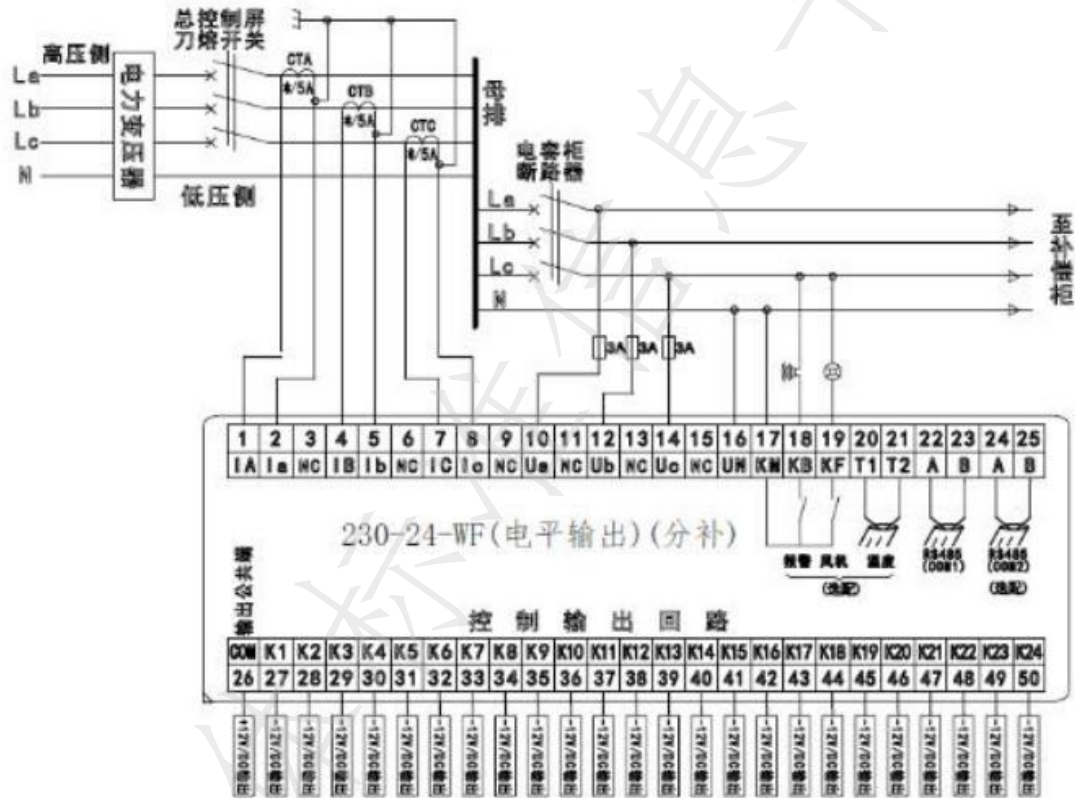
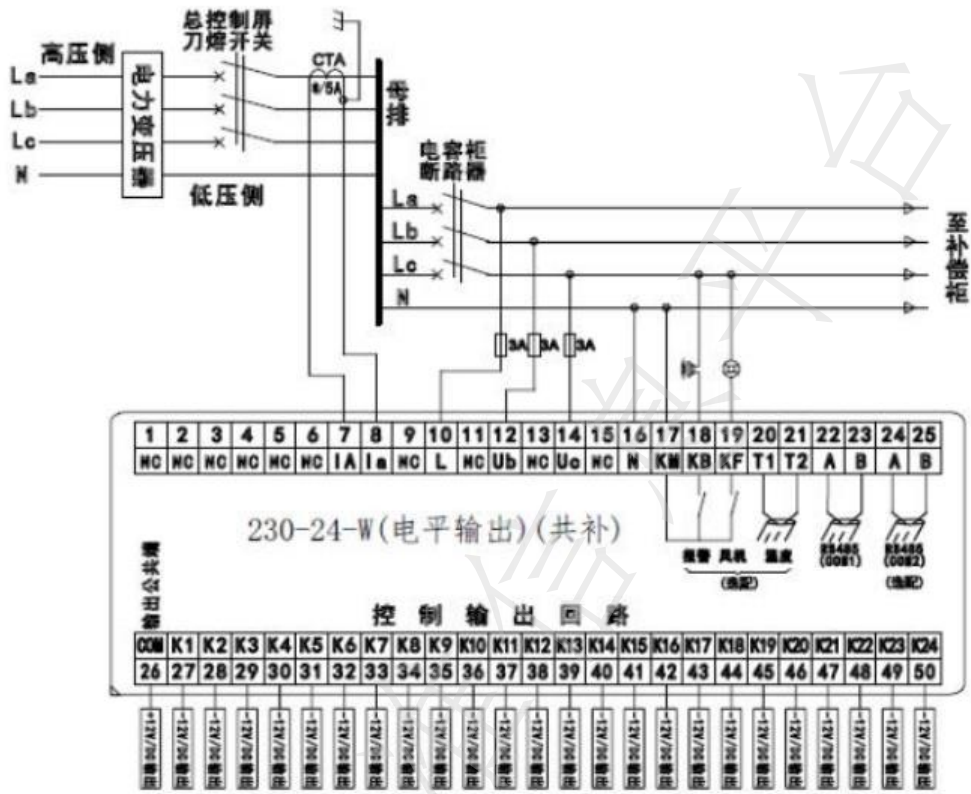
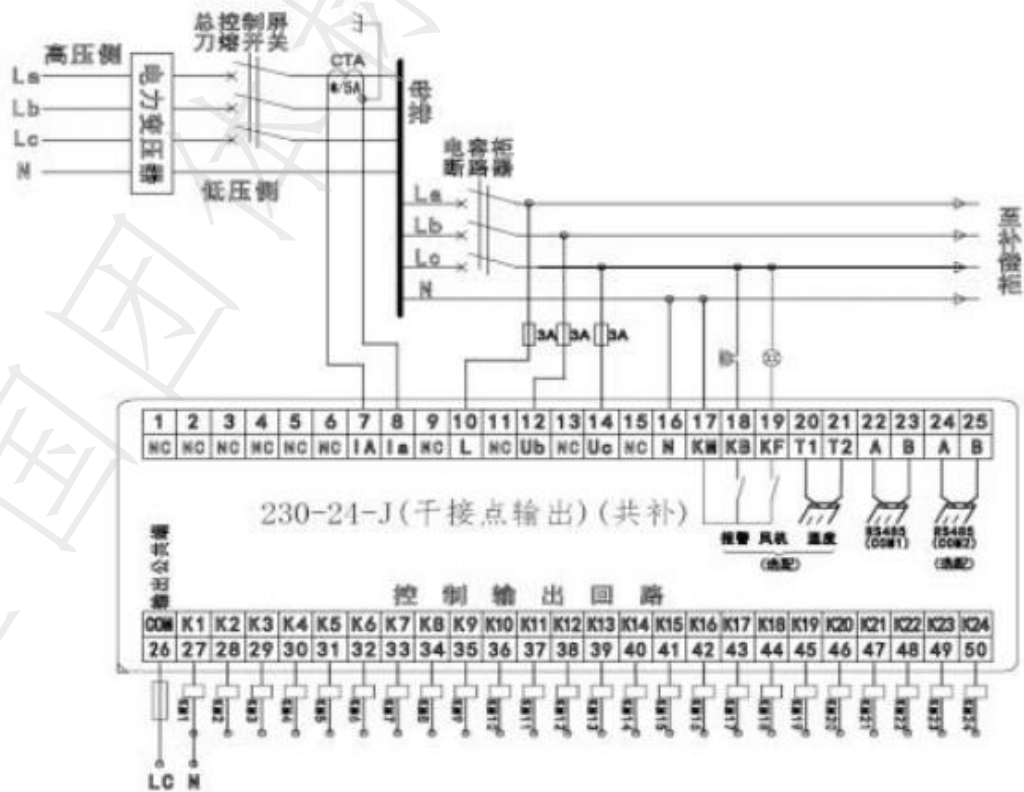
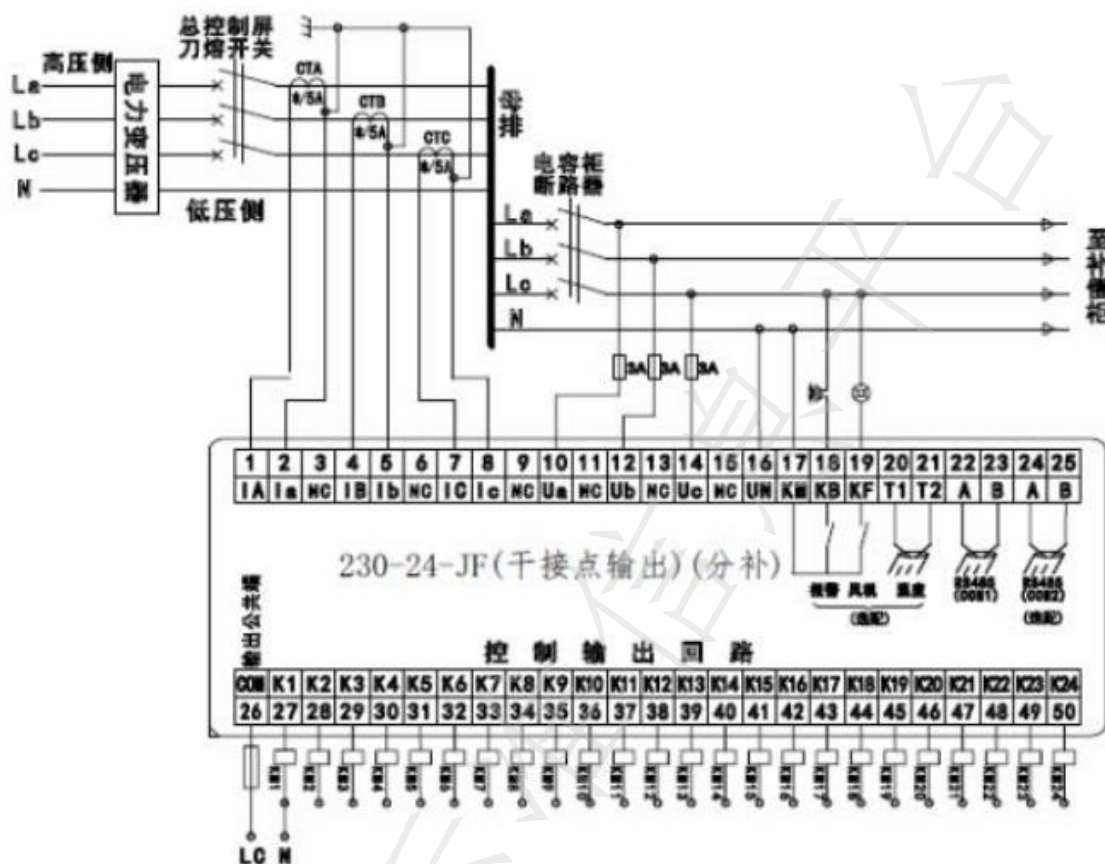

图1 动态混合补偿接线图
图2 动态三相补偿接线图
图3 静态三相补偿接线图
图4 静态混合补偿接线图
6.3.2 根据配线图进行接线，如图 1、图 2、图 3、图 4 所示。